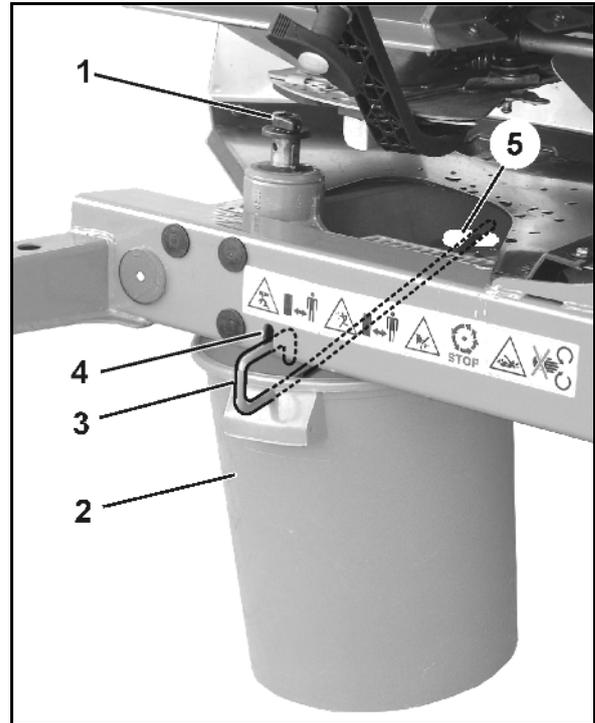
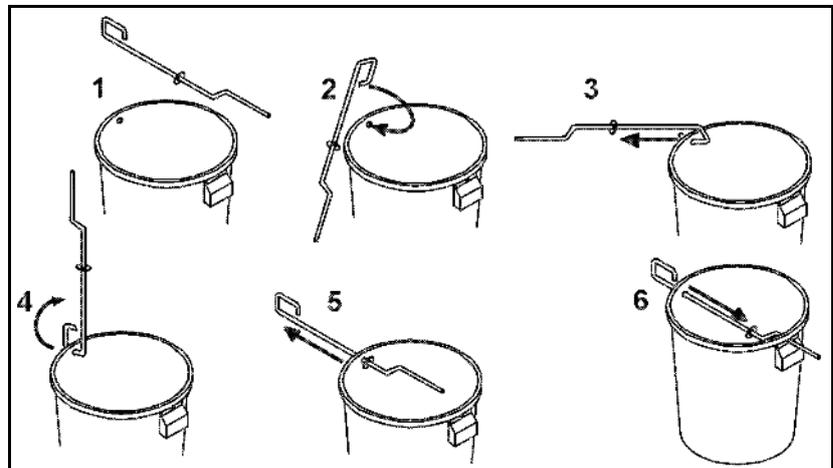

Fig. 66
Fig. 67
1. Retirar a porca de orelhas (Fig. 66/1).
Para o ajuste exacto e sem ferramentas de cada uma das posições da palheta dispersadora, em cada disco dispersor estão localizadas duas escalas distintas inconfundíveis (Fig. 67/1 e Fig. 67/2).
- À palheta dispersadora mais curta (Fig. 67/3) está atribuída a escala (Fig. 66/1) com os valores de 5 a 28 e à palheta dispersadora (Fig. 66/4) a escala (Fig. 67/2) com os valores de 35 a 55.
- o Para a palheta dispersadora curta (Fig. 66/3), ler o valor de ajuste no bordo de leitura (Fig. 67/5).
- o Para a palheta dispersadora comprida (Fig. 67/4), ler o valor de ajuste no bordo de leitura (Fig. 67/6).
- O virar das palhetas dispersoras para um valor numérico maior da escala (Fig. 67/1 ou Fig. 67/2) dá origem a um aumento da largura de trabalho.